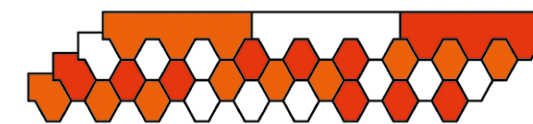

Рис. 19. Схема чередования гонтов битумной черепицы Döcke на примере гексагональной формы гонта.
8.2.4 В целях недопущения потенциальной разницы оттенков цвета на скатах кровли, необходимо при монтаже чередовать гонты из разных упаковок (не менее трёх упаковок) по схеме, представленной на рис. 19. На данной схеме каждый цвет соответствует отдельной упаковке битумной черепицы. Данная схема актуальна для всех коллекций битумной черепицы, кроме коллекции «Саппоро».